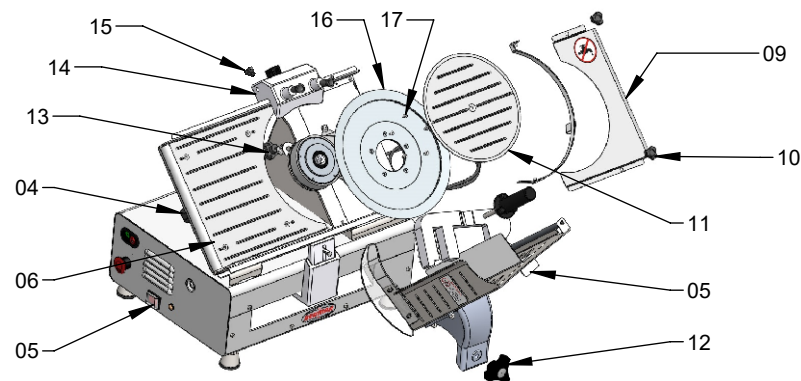
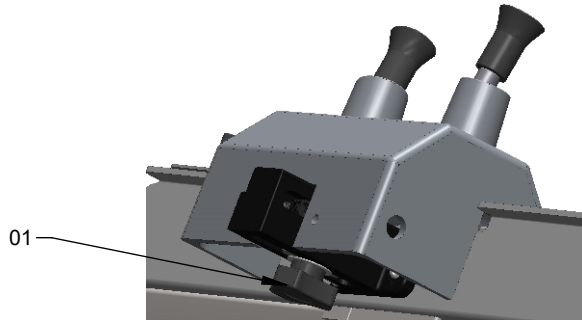

Figura 05
Figura 06
3.1.3 Retire a tampa traseira (Item 09, figura 05) soltando os manipulós (Item 10, figura 05).
3.1.4 Retire o disco central (Item 11, figura 05) soltando o manipulós (Item 13, figura 05), segurar o manipulós e girar o disco no sentido anti-horário para retirá-lo.
3.1.5 Quando for necessário retirar a lâmina para efetuar limpeza ou troca, siga as etapas anteriores, na sequência desloque o afiador (Item 14, figura 05) para cima livrando a lâmina, soltando o manipulós (Item 15, figura 06), retire a lâmina (Item 16, figura 05) soltando os parafusos (Item 17, figura 05).
3.1.10 **Disco Central** (Item 11, figura 05) encaixe o mesmo e coloque o manipulós no eixo (Item 13, figura 05), o aperto é feito pelo disco (Item 11, figura 05) e não pelo manipulós, é necessário girar no sentido horário e segurar o manipulós (Item 13, figura 05). As ranhuras do disco central (Item 11, figura 05) devem ficar na mesma posição das ranhuras da mesa (Item 06, figura 05).
**Atenção!** Só poderá ser feita a afiação da lâmina quando ela estiver "TOTALMENTE LIMPA". (Leia o item 3.1 Como limpar sua máquina)
4.1.1 Posicione o Carrinho (Item 05, figura 05) sobre a mesa do cortador (Item 06, figura 05) e desligue o Botão Liga/Desliga do carrinho (Item 05, figura 05) ou, se preferir, retire o carrinho soltando o manipulós (Item 12, figura 05) que o fixa à máquina.
4.1.2 Afrouxe o Manípulo (Item 01, figura 06) que está embaixo do afiador e empurre o mesmo para baixo (sentido da lâmina). Feito isso, aperte o manípulo.
4.1.5 Quando terminar a afiação, volte o afiador para a posição original e aperte o manípulo (Item 01, figura 06).